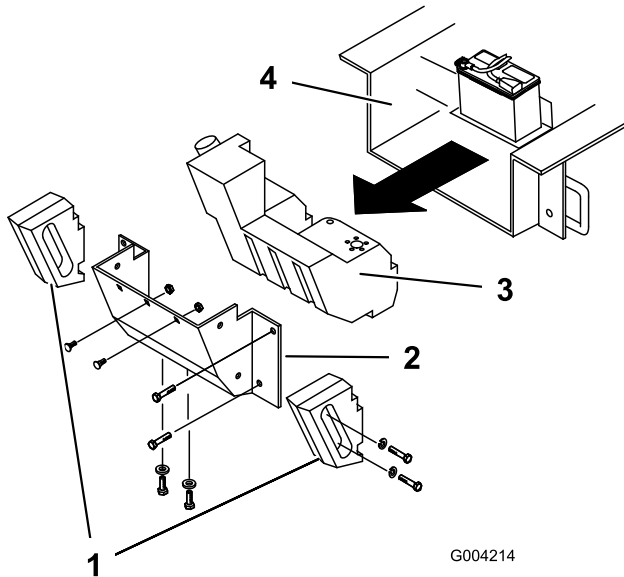

Figure 55
Avec le temps, le châssis s'encrasse sous le moteur et doit être nettoyé. Pour cette raison, ouvrez régulièrement le capot et inspectez la zone au-dessous du moteur à l'aide d'une torche. Si la couche de crasse fait entre 2,5 et 5 cm (1 à 2 po.) d'épaisseur, suivez la procédure ci-après (consultez la Figure 55 à cet effet) :
4. Enlevez les boulons, les rondelles et les rondelles-freins de fixation des deux masses latérales, puis déposez les masses (Figure 55).
7. Retirez les six écrous et boulons de fixation du panneau arrière et enlevez le panneau (Figure 55).
10. Poussez le réservoir de carburant en arrière (Figure 55).
16. Glissez le réservoir partiellement dans le châssis (Figure 55).
21. Remettez le panneau arrière et fixez-le en place à l'aide des six boulons et écrous enlevés précédemment (Figure 55).
23. Montez les masses latérales à l'aide des boulons, rondelles et rondelles-freins enlevés précédemment (Figure 55).